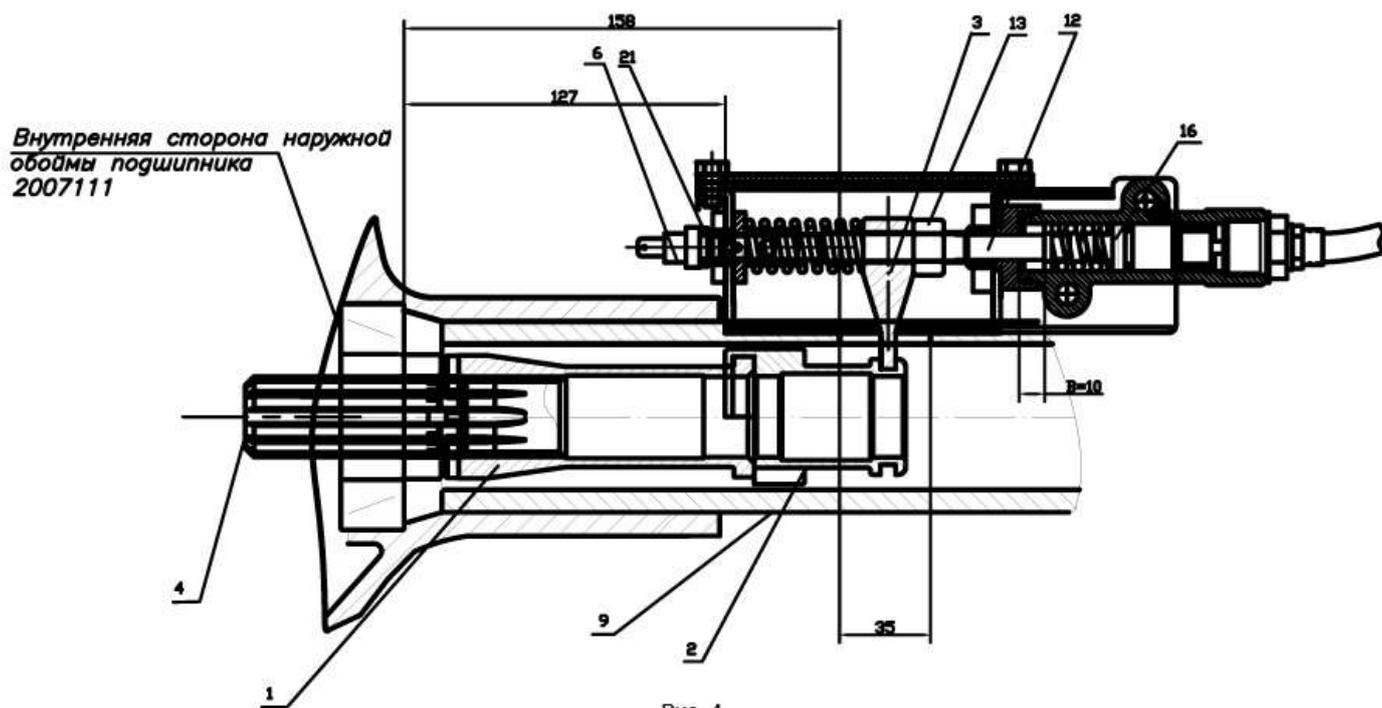

Рис. 4.
5.1. Вставьте полуось 4 в правый чулок моста 9 как показано на рис. 4.
До установки привода включения произведите регулировку рабочего хода штока 12. Для обеспечения рабочего хода $B=10\text{мм}$ необходимо подобрать необходимую толщину прокладок 16 рис. 4. Момент включения сигнализатора 6 отрегулируйте прокладками 21. Добейтесь полного зацепления в шлицах подвижной муфты 1 и дифференциала, вращая шток 12 относительно рычага 3, законтрите рычаг гайкой 13. При правильной регулировке ход рычага включения блокировки должен составлять 10мм. На полностью отрегулированный механизм включения блокировки устанавливают шланг привода. Крышка привода устанавливается на герметик для предотвращения попадания влаги.